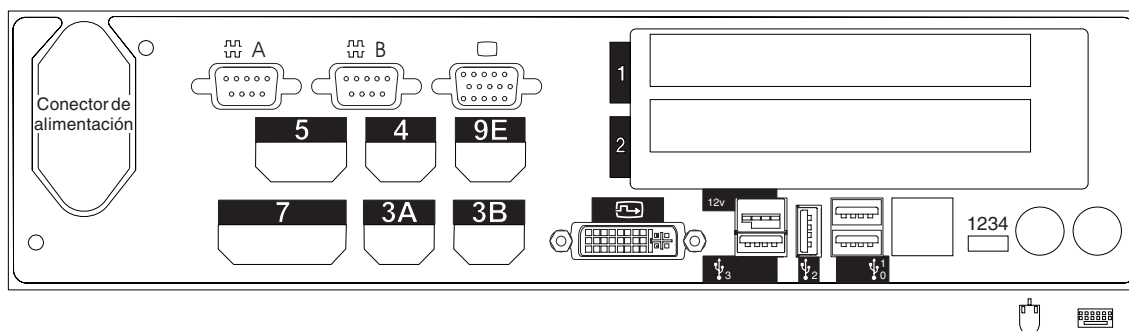

Figura 125. Parte posterior del Controlador/Terminal IBM 4694-307
8. En la Figura 125 marque con una X los zócalos a los que se conectan los dispositivos POS.